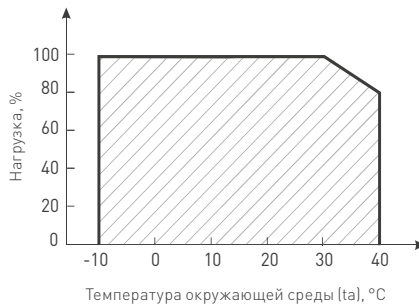

Рис. 2. Максимальная допустимая нагрузка, % от мощности источника
- 4.3. Не нагружайте источник питания более 80% от его максимальной мощности. Учтите, что с повышением температуры окружающей среды максимальная мощность источника питания снижается, см. график зависимости на рис. 2.